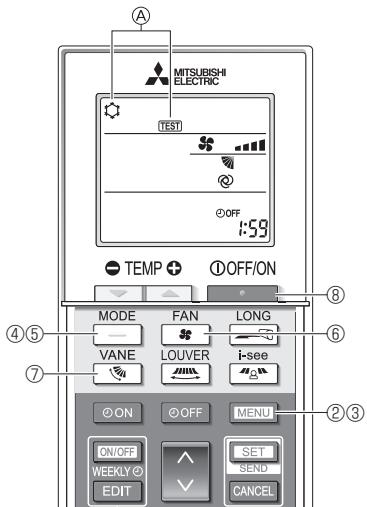

Fig. 8-5
- ① Active la unidad al menos 12 horas antes de realizar una prueba de funcionamiento.
- ② Pulse el botón **[MENU]** durante 5 segundos. (Fig. 8-5)
- ③ Pulse el botón **[MENU]**
En pantalla se visualiza ④ [TEST] (PRUEBA) y el modo actual de funcionamiento. (Fig. 8-5)
- ④ Pulse el botón **[]** para activar el modo de refrigeración, y compruebe si sale aire frío de la unidad.
- ⑤ Pulse el botón **[]** para activar el modo de calefacción, y compruebe si sale aire caliente de la unidad.
- ⑥ Pulse el botón **[]** y compruebe si cambia la velocidad del ventilador.
- ⑦ Pulse el botón **[]** y compruebe que el sistema automático de desviación del aire funciona correctamente.
- ⑧ Pulse el botón **[]** para detener la prueba de funcionamiento.